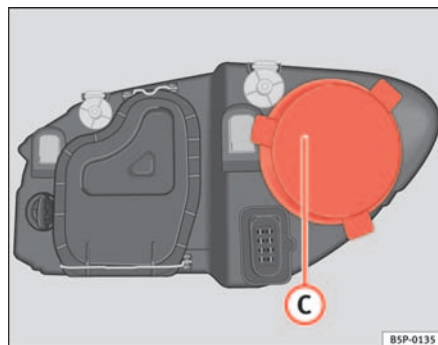

Fig. 184 Abbaglianti
- Rimuovere la copertura ⇒ fig. 184 C tirando dalla stessa.